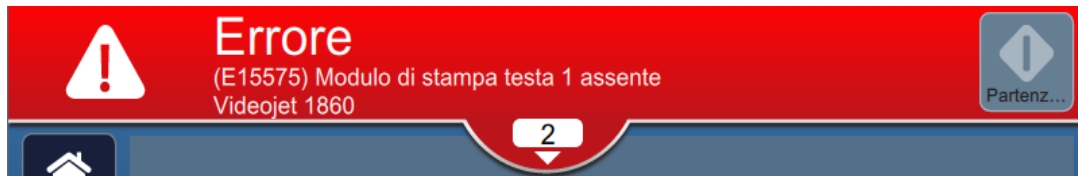

Figura 8-6: Selezione errore
1. Toccare il pulsante  sulla barra di stato per visualizzare l'elenco degli errori non risolti (Figura 8-6).